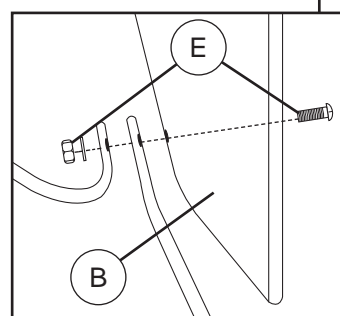

Figure 4
5. Insérer l'essieu (H) dans la roue et monter une rondelle sur les deux extrémités de l'essieu. Localiser la roue entre les bras de fourche des repose-jambes et faire glisser chaque extrémité de l'essieu à travers les trous des bras de fourche (Fig. 4). Glisser une rondelle sur chaque extrémité de l'essieu et la visser sur les écrous. Serrer les écrous à l'aide d'une clé à molette pour que la roue se déplace encore librement. **NE PAS TROP SERRER.**